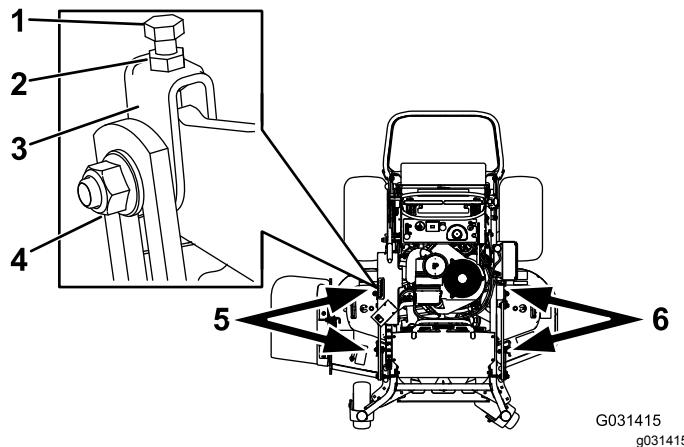

Figura 81
1. Allentate il dado laterale e il controdado nelle forcille che desiderate regolare (Figura 81).
2. Ruotate il bullone superiore delle forcelle per regolare l'altezza del piatto di taglio (Figura 81).